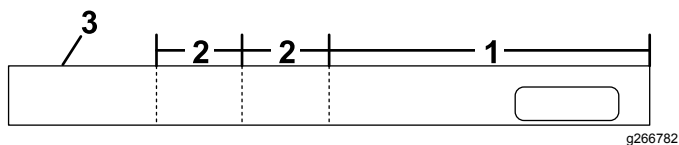

Figura 10
- Corte la banda como se muestra en la Figura 10.